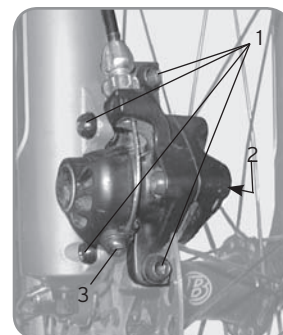

Figura 31. Travão de disco
1. Rode o afinador de pastilhas fixas (Figura 31)